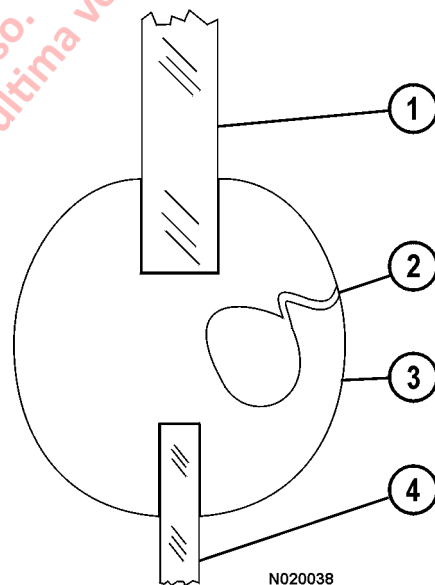
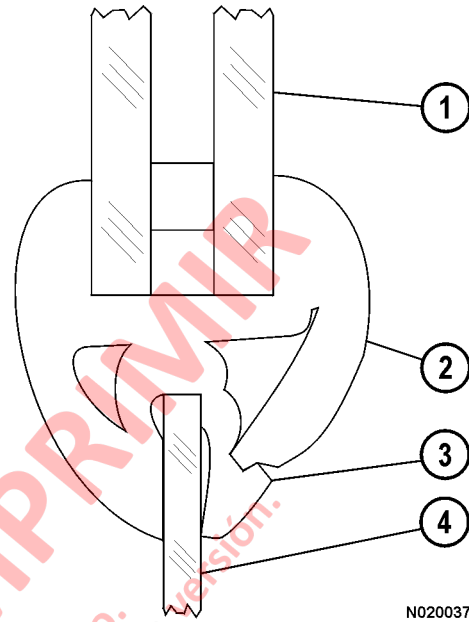

FIGURA 2-19. PARABRISAS FRONTAL
FIGURA 2-20. VENTANA TRASERA
- Comience desde el centro inferior del vidrio y saque el borde del sello del parabrisas (2, Figura 2-19 o 2-20). Utilice un lubricante no aceitoso para goma y destornillador para liberar el reborde de fijación.
- Retire el vidrio (1) del sello (3) empujándolo hacia afuera desde el interior de la cabina.
- a. Instale un sello (3, Figura 2-19 o Figura 2-20) alrededor de la abertura de la ventana. Comience con un extremo del sello en la parte inferior central de la abertura de la ventana y presiónelo por el borde de la abertura.